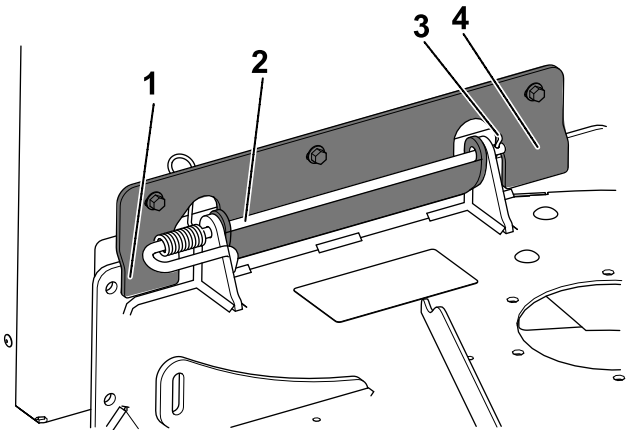

Figura 12
1. Posizionate le alette anteriore e posteriore della staffa di montaggio del sistema di raccolta sulla macchina come mostrato nella Figura 12.
4. Montate l'asta rimossa in precedenza e la relativa coppiglia; fate riferimento a Figura 12.